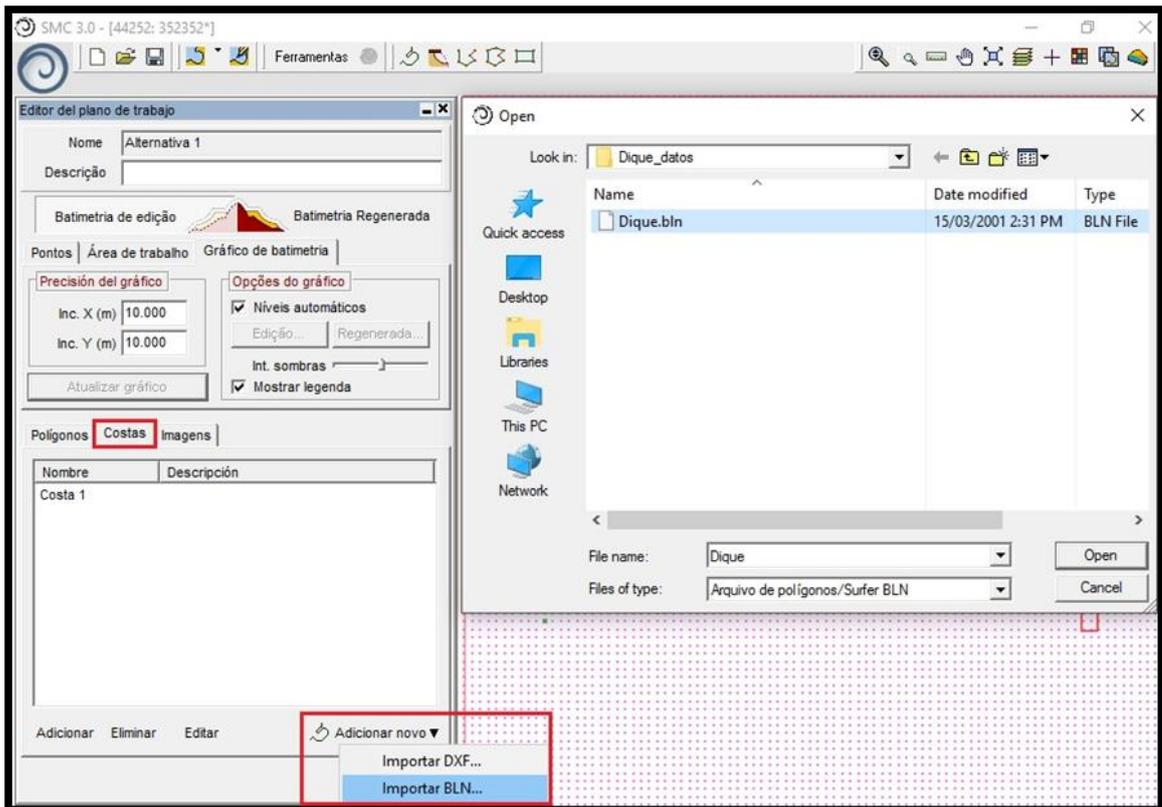

Figura 4 – Adicionar um arquivo de costa [.bln] através do Editor do plano de trabalho.
- 4) Incluir o arquivo da costa, onde no editor do plano de trabalho, na aba "Costas", clicar em "Adicionar novo" e "Importar BLN". No diretório: **C:\...\Dados_Praticas\Dique_datos**, abrir o arquivo **dique.blm** (Figura 4). Na tela aparecerá em vermelho uma linha com o contorno do quebramar (este contorno é somente visual e não tem efeito sobre a batimetria, bem como sobre o cálculo posterior);